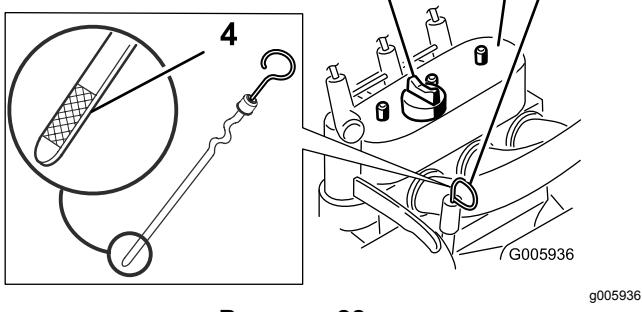

Рисунок 28
4. Очистите область вокруг измерительного щупа (Рисунок 28).
5. Вытяните масломерный щуп и вытритите металлический конец начисто (Рисунок 28).
6. Вставьте щуп в масломерную трубку до упора (Рисунок 28).
8. В случае низкого уровня масла очистите область вокруг крышки маслозаливной горловины и снимите крышку (Рисунок 28).
11. Снимите крышку маслозаливной горловины (Рисунок 28) и медленно залейте примерно 80% от указанного количества масла через крышку клапана.